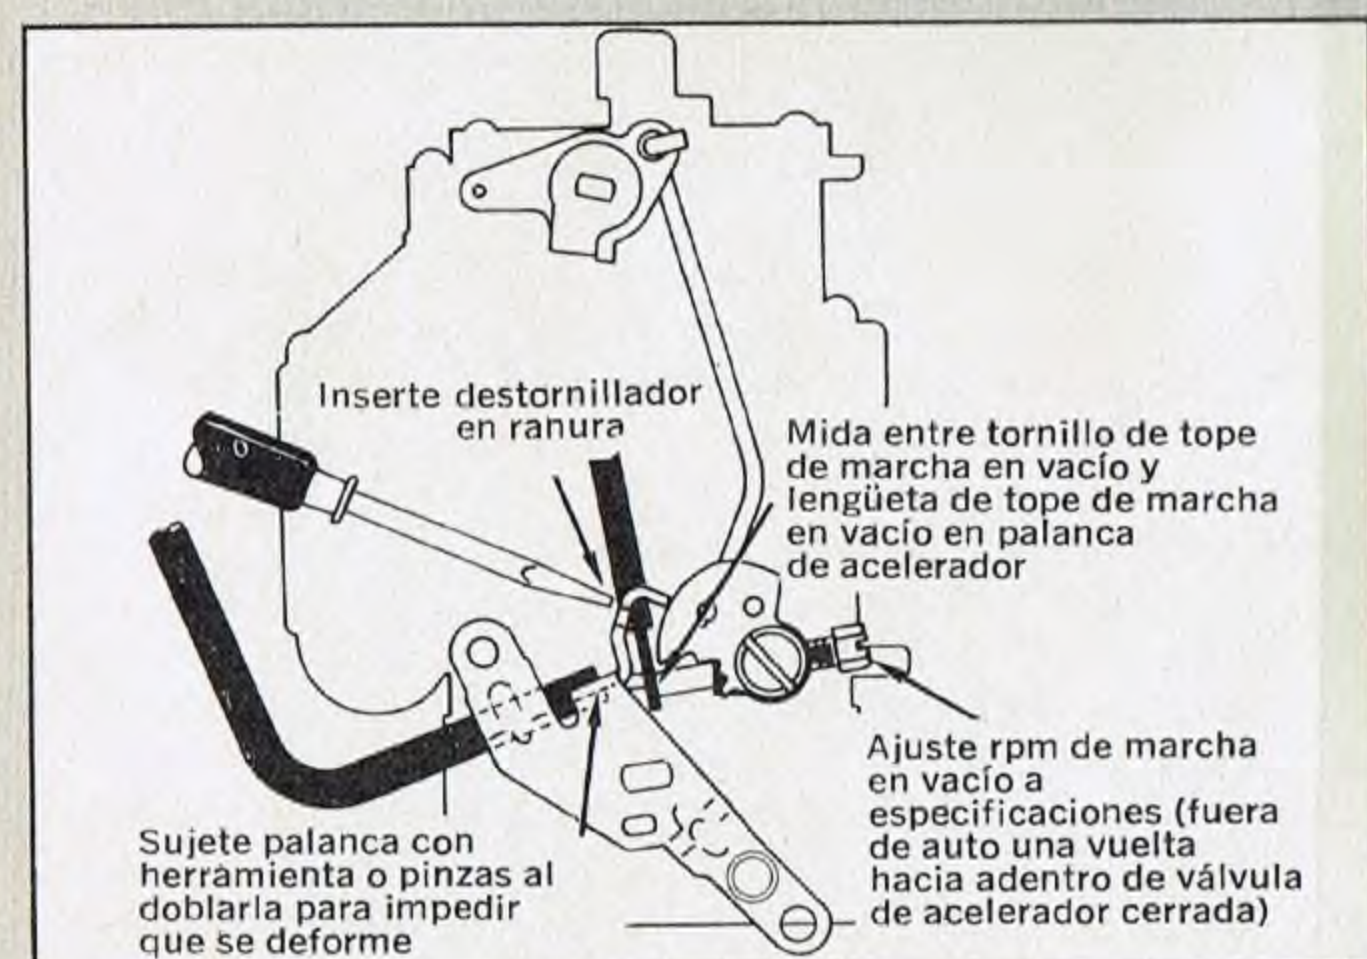

Fig. 9R—Ajuste de Alta Marcha en Vacío (Estrangulador Manual)
2) Doble el extremo inferior del eslabón de la válvula del estrangulador de manera que un calibrador especificado quepa entre el borde inferior de la válvula del estrangulador y el interior de la pared del cuerno de aire (Fig. 9R). Vuelva a comprobar el ajuste con el carburador en el motor y éste funcionando.